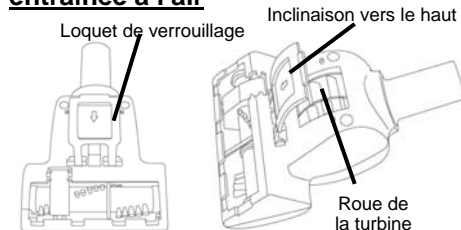

Fig. 10
- Tournez la brosse turbo sur le côté et ouvrez le couvercle pour accéder à la roue de la turbine. (Fig. 10)